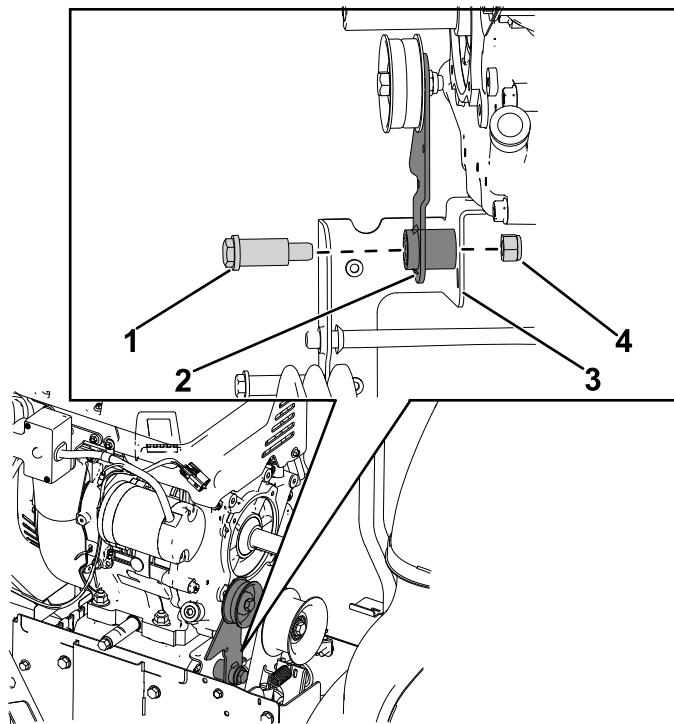

Figura 9
3. Remova a porca (7/16 pol.) e o parafuso com olhal (7/16 x 1 1/4 pol.) que prende o braço intermédio de tração ao suporte da embraiagem do travão (Figura 9).